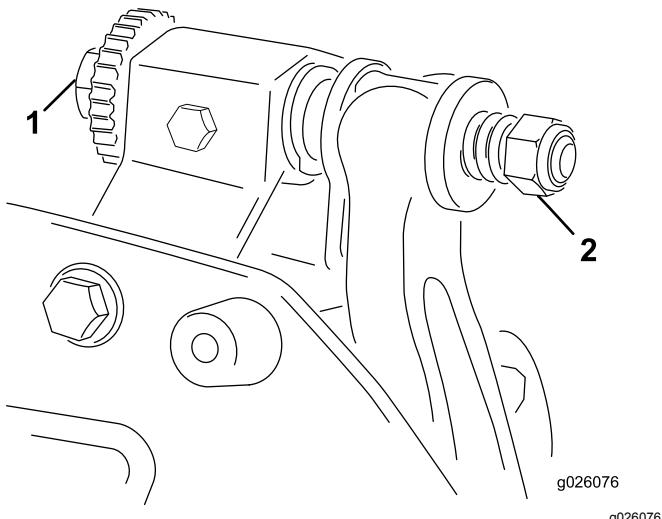

Bild 4
- A. Drehen Sie die Einstellschrauben des Untermesserträgers um jeweils eine Kerbe nach rechts, bis Sie leichten Kontakt spüren und hören (Bild 4).
6. Drehen Sie die Einstellschraube des rechten Untermesserträgers (Bild 4), bis Sie einen leichten Druck (d. h. Widerstand) an der Beilagscheibe spüren, wenn Sie sie von einer zur anderen Seite schieben. Entfernen Sie die Beilagscheibe.